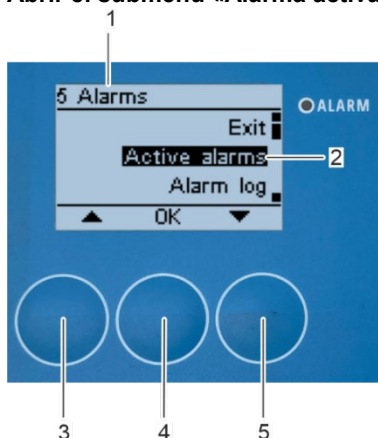

Figura 183: Abrir el submenú «Alarma activa»
⇒ Aparecerá en pantalla el submenú «5 Alarma» (Figura 183/1).
1. Seleccione el submenú «Alarma activa» (Figura 183/2) mediante los botones de flecha [arriba] (Figura 183/3) y [abajo] (Figura 183/5).
2. Confirme la selección pulsando [Aceptar] (Figura 183/4).